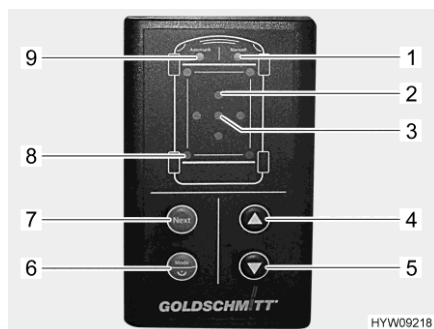

Fig. 44 Unité de commande (vérins stabilisateurs hydrauliques)
Si l'inclinaison du véhicule est trop importante, la DEL "Inclinaison" (Fig. 44,2) rouge correspondante clignote. Choisir un emplacement mieux adapté, ou bien manipuler manuellement les vérins stabilisateurs à vos propres risques.
Si, en présence d'un trou dans le sol, un vérin stabilisateur est sorti à sa longueur maximale, les DEL "Mode manuel" (Fig. 44,1) et "Mode automatique" (Fig. 44,9) clignotent trois fois. Dans ce cas, rentrez les vérins stabilisateurs, placez un sabot sous le vérin stabilisateur concerné et recommencez la procédure.
- Appuyez pendant au moins 1 seconde sur la touche "Marche/Arrêt/Mode de fonctionnement" (Fig. 44,6). Après l'allumage, un signal acoustique se déclenche et la DEL "Mode automatique" (Fig. 44,9) s'allume.
- Appuyer brièvement sur la touche "Marche/Arrêt/Mode de fonctionnement" (Fig. 44,6). Le mode de fonctionnement bascule entre mode manuel et mode automatique. La DEL correspondante (Fig. 44,1 ou Fig. 44,9) s'allume.
- Appuyer sur la touche "Sortir" (Fig. 44,5). Le procédé d'alignement se déroule automatiquement. Les DEL "Vérins stabilisateurs" (Fig. 44,8) clignotent tant que les vérins stabilisateurs sont en mouvement. Si le véhicule est équipé de vérins repliables : Le mouvement des vérins stabilisateurs s'arrête une fois qu'ils sont sortis, pour permettre de poser un sabot. La DEL "Mode automatique" (Fig. 44,9) clignote rapidement.
- Appuyer de nouveau sur la touche "Sortir" (Fig. 44,5). Le procédé d'alignement continue.
- Appuyer sur la touche "Rentrer" (Fig. 44,4). Les vérins stabilisateurs rentrent entièrement. Les DEL "Vérins stabilisateurs" (Fig. 44,8) clignotent tant que les vérins stabilisateurs sont en mouvement.
- En mode automatique, appuyer brièvement sur la touche "Marche/Arrêt/Mode de fonctionnement" (Fig. 44,6). La DEL "Mode manuel" (Fig. 44,1) s'allume.
- Tenir compte des DEL "Inclinaison" (Fig. 44,2). Une DEL allumée signale que vous devez relever le véhicule du côté correspondant.
- Appuyer sur la touche "Next" (Fig. 44,7) jusqu'à sélectionner la paire de vérins stabilisateurs souhaitée. Les DEL correspondantes "Vérins stabilisateurs" (Fig. 44,8) s'allument.
- Appuyer sur la touche "Rentrer" (Fig. 44,4) ou "Sortir" (Fig. 44,5) jusqu'à atteindre la position souhaitée.
- Appuyer de nouveau sur la touche "Next" (Fig. 44,7) jusqu'à sélectionner la paire de vérins stabilisateurs suivante souhaitée. Répéter la procédure jusqu'à l'alignement du véhicule. Le véhicule est aligné lorsque la DEL verte "Position ok" (Fig. 44,3) s'allume.
- Appuyer en même temps sur les touches "Marche/Arrêt/Mode de fonctionnement" (Fig. 44,6), "Sortir" (Fig. 44,5) et "Rentrer" (Fig. 44,4) pendant 3 secondes.
- Après la validation acoustique et l'allumage de la DEL "Position ok" (Fig. 44,3), relâcher les touches. La position est enregistrée comme position OK.